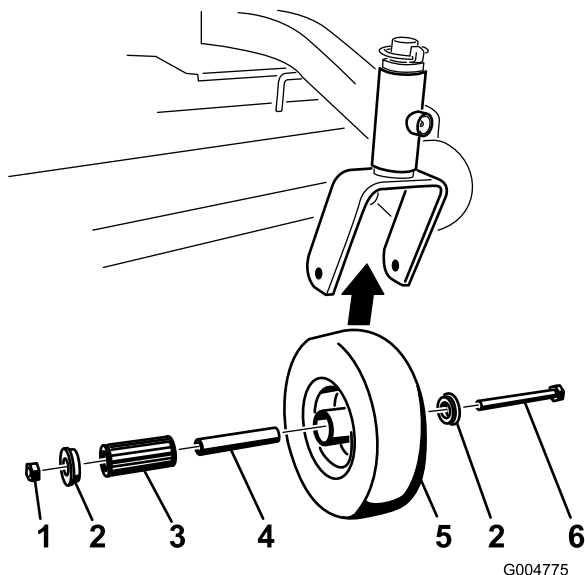

Figure 44
1. Enlevez le contre-écrou et le boulon de fixation de la roue pivotante à la chape (Figure 44).
2. Enlevez une bague, puis sortez la douille pour clé et le roulement à rouleaux du moyeu de roue (Figure 44).
3. Enlevez l'autre bague du moyeu, puis nettoyez la graisse et les saletés éventuellement présentes dans le moyeu (Figure 44).
4. Examinez l'usure du roulement à rouleaux, des bagues, de la douille pour clé et de l'intérieur du moyeu. Remplacez les pièces endommagées ou usées (Figure 44).
5. Pour le remontage, placez une bague dans le moyeu de la roue. Lubrifiez le roulement à rouleaux et la douille pour clé, et insérez-les dans le moyeu. Mettez la deuxième bague dans le moyeu (Figure 44).
6. Montez la roue pivotante dans la chape à l'aide du boulon et du contre-écrou. Serrez le contre-écrou jusqu'à ce que la base de la douille pour clé soit en appui contre l'intérieur de la chape (Figure 44).